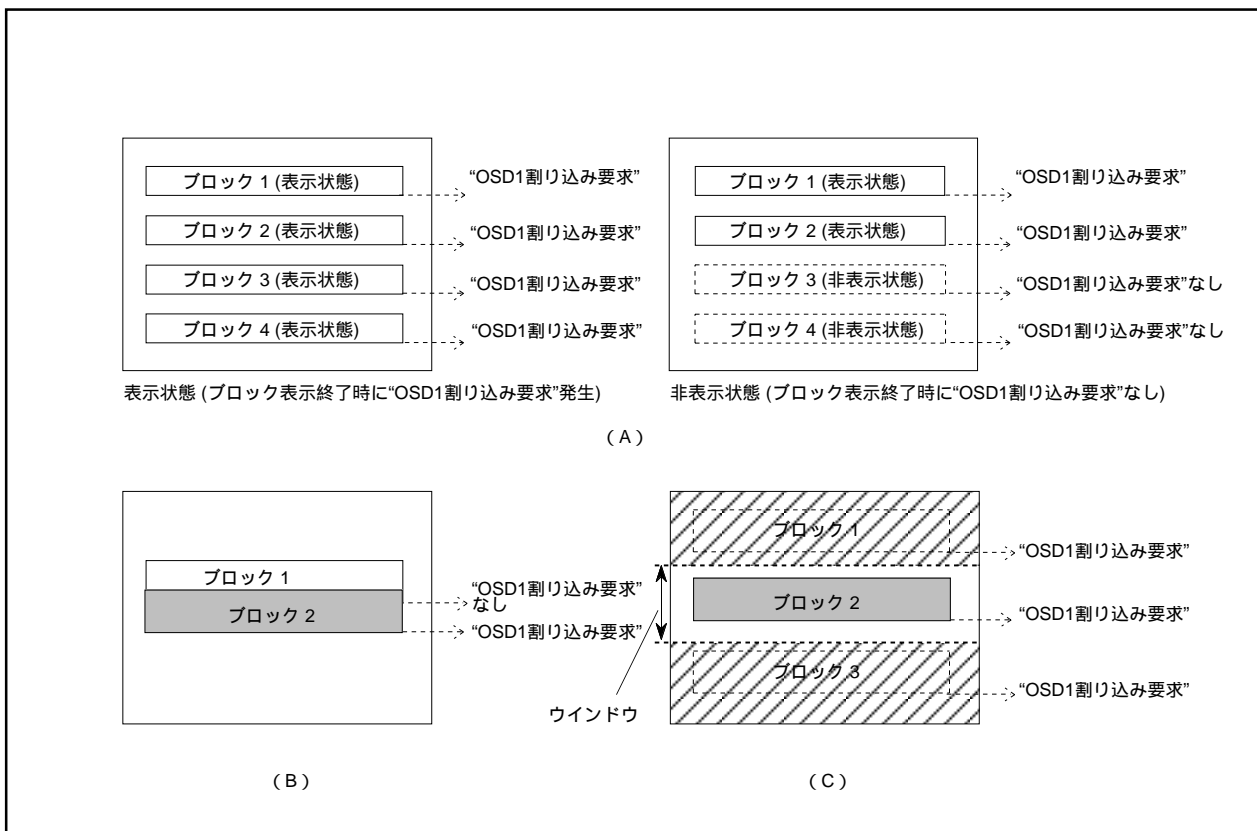

図2.16.39 OSD1割り込み発生 の 注意 点
- 注1. ブロック表示終了時に発生する“OSD1割り込み要求”は、ブロックを表示していない場合は発生しません。つまり、ブロックコントロールレジスタi（0210₁₆～021F₁₆番地）の表示制御ビットの設定によってブロックの表示がオフ（非表示）状態であれば、“OSD1割り込み要求”は発生しません（図2.16.39のA参照）。
2. 1つのブロック表示中に途中の他のブロックの表示開始位置がきた場合は、割り込み要求は途中から表示したブロックの表示終了時に1回だけ発生します（図2.16.39のB参照）。
3. ウィンドウを設定した画面で、ウィンドウ外にあるブロック（表示OFF）が表示終了した時点でも“OSD1割り込み要求”は発生します（図2.16.39のC参照）。